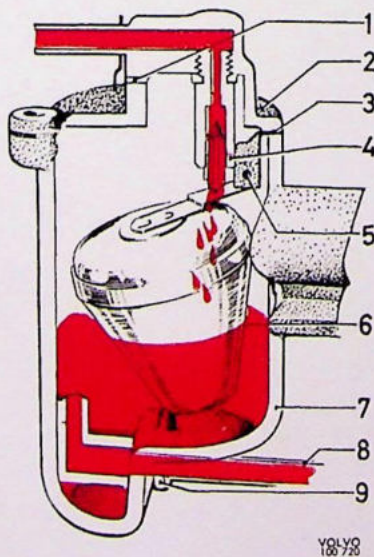

Fig. 2-73. Vlotter
De vlotterkamer is aan het karburateurhuis door middel van een bout bevestigd. De vlotternaald (4, Fig. 2-73) die door de vlotter geopend en gesloten wordt, is in het deksel gemonteerd. De benzine wordt naar het onderende van de sproeier gevoerd door een buigbare slang (8) vanaf het onderste gedeelte van de vlotterkamer.